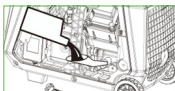
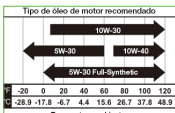

Fig. 2
Fig. 4
- Adicione 0,45 L de óleo de motor. (Ver tabela de óleos recomendados, Fig. 4) (Fig. 2)
- Utilize o óleo especificado na primeira secção de arranque (tabela de óleos recomendados, Fig. 4).